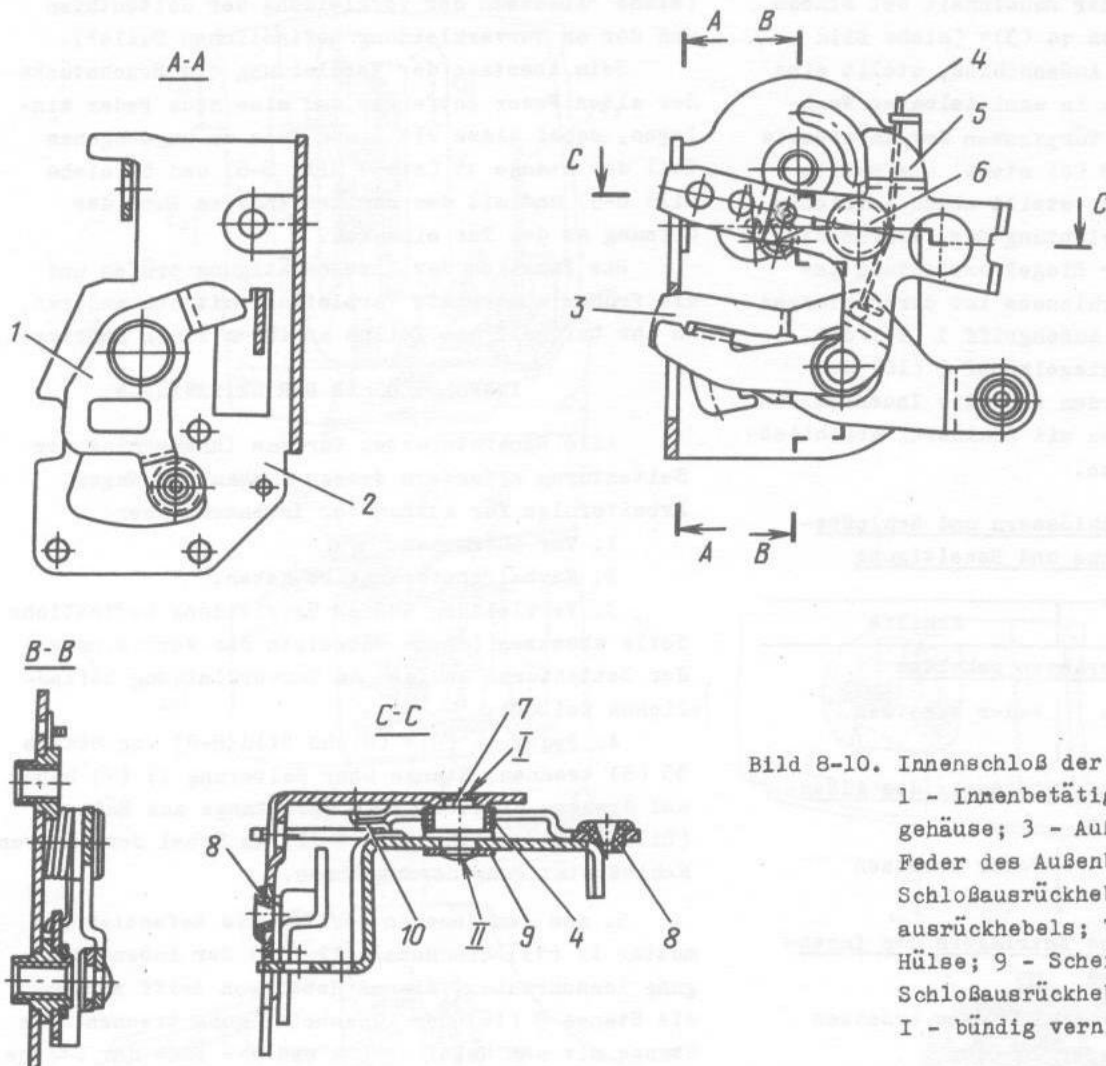

Bild 8-10. Innenschloß der Vordertür:
4. Feder 16 (6)* (siehe Bild 8-8) von Stange 15 (5) trennen, Stange über Halterung 17 (7) heben und drehen, hinteres Ende der Stange aus Hülse 8 (Bild 8-10) und 12 (Bild 8-11) an Hebel der inneren Schloßbetätigung herausnehmen.
5. Aus dem Inneren der Tür die Befestigungsmutter 11 (13) des Hebels 12 (17) der Außenbetätigung losschrauben, diesen Hebel von Griff zusammen mit Stange 9 (16) der Außenbetätigung trennen, die Stange mit dem Hebel drehen und das Ende der Stange aus Hülse 8 (siehe Bild 8-10) und 12 (siehe Bild 8-11) an Außenbetätigungshebel des Innenschlosses herausnehmen.
Zum Ersetzen der für vorderes und hinteres Innenschloß gleichen Federn 10 (siehe Bild 8-10) und 14 (siehe Bild 8-11) braucht man die entsprechenden Hebel nicht von den Schlössern abzunehmen.
Zum Ersetzen der Feder 4 (7)* (siehe Bild 8-10) des Außenbetätigungshebels hat man das Innen-